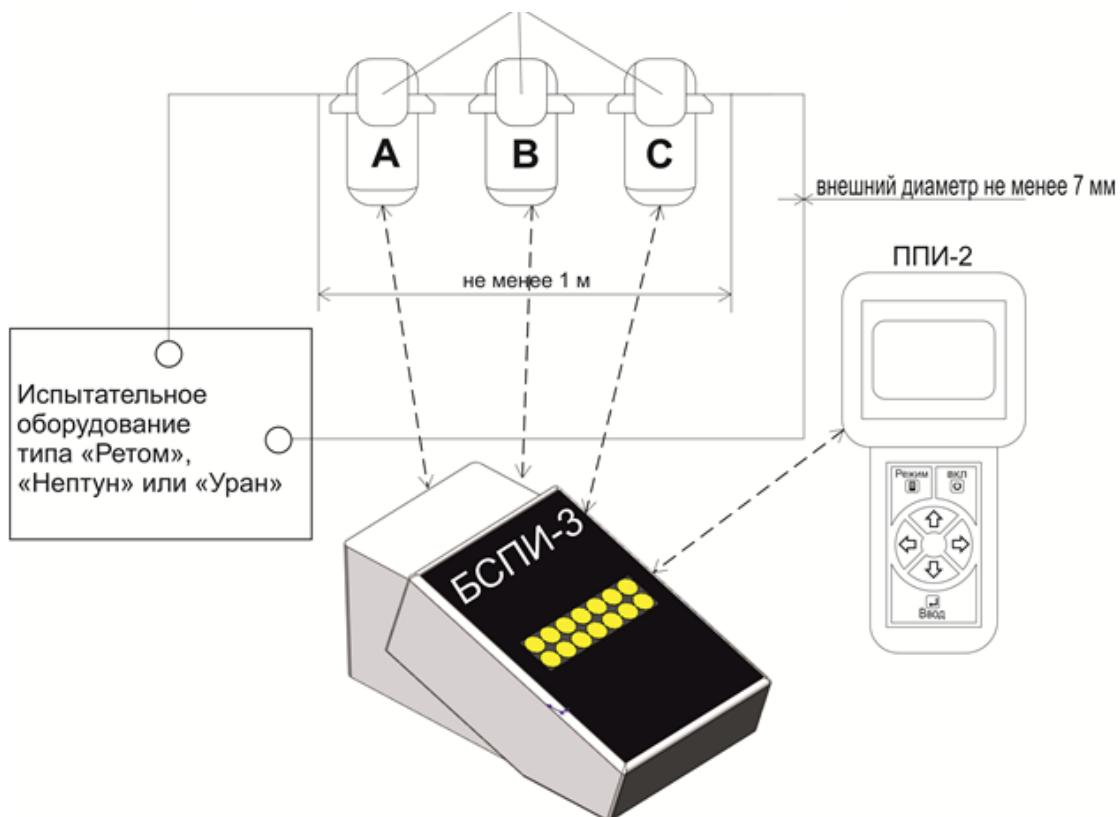

Рисунок 3.1 – Примерная схема подключения ИКЗ-В33-МР3 к испытательному оборудованию типа «Ретом», «Нептун», «Уран» или аналогичному.
- расположить комплект индикаторов ИКЗ-В33-МР3 на одном проводе длиной не менее 1 м и внешним диаметром провода не менее 7 мм (Рисунок 3.1).